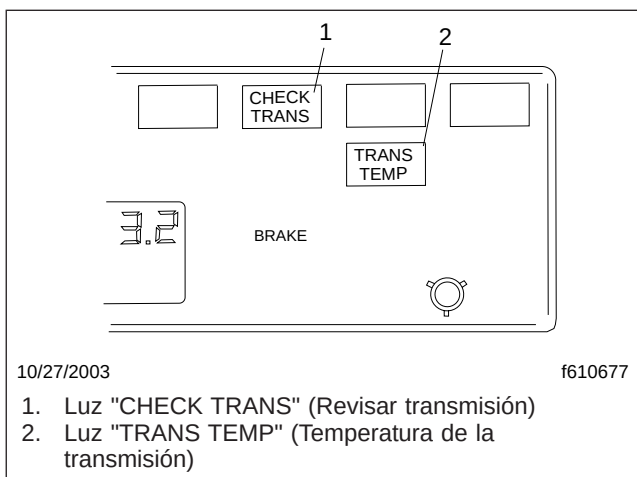

Figura 8.13, Luces indicadoras, Transmisión UltraShift
1. Con los frenos de estacionamiento puestos, seleccione neutro (N) moviendo el interruptor selector a la posición N.
2. Con la transmisión en neutro, lleve el interruptor de ignición a la posición de encendido. Las luces "CHECK TRANS" (Revisar transmisión) y TRANS TEMP (Temperaturas de la transmisión) se encienden y se apagan (prueba de bombillas). Vea la **Figura 8.13**.
2. Seleccione neutro (N) deslizando el interruptor selector a la posición N. Cuando la "N" en el indicador de marcha sea sólida en vez de parpadear, la TCU de la UltraShift está lista para apagarse. Vea la Figura 8.13.